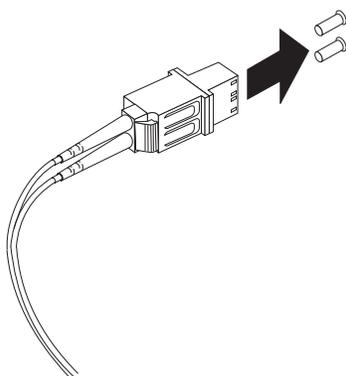

Figura 33. Removendo as Tampas Protetoras do Adaptador de Cabo LC-SC
3. Remova as duas tampas protetoras da extremidade do conector LC do adaptador de cabo LC-SC, conforme mostrado em Figura 33. Guarde as tampas protetoras para uso futuro.